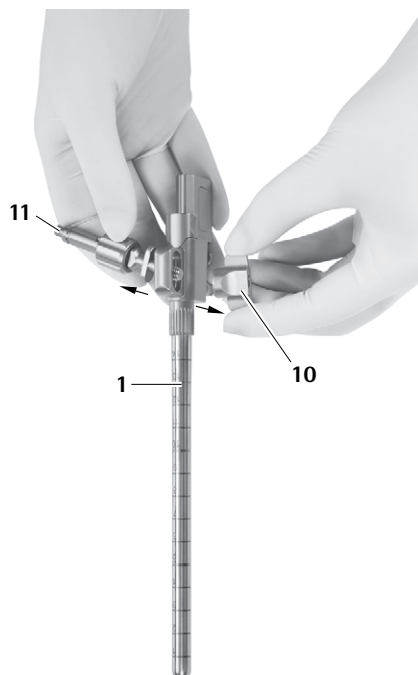

Fig. 13
- Avlägsna fästarmsadaptern 11, se Fig. 13.